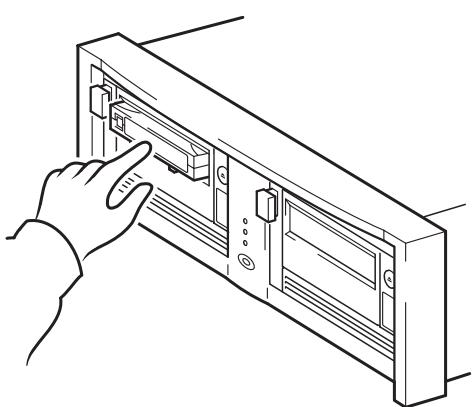

Figura 10a: utilizzo di HP OBDR, fase 1
- 1 Inserire nell'unità a nastro la cartuccia di avvio più recente disponibile assegnata alla funzione HP OBDR (vedere la Figura 10a). È necessario che la cartuccia sia stata scritta da un'applicazione di backup che utilizzi il formato CD-ROM per scrivere i dati sul nastro.